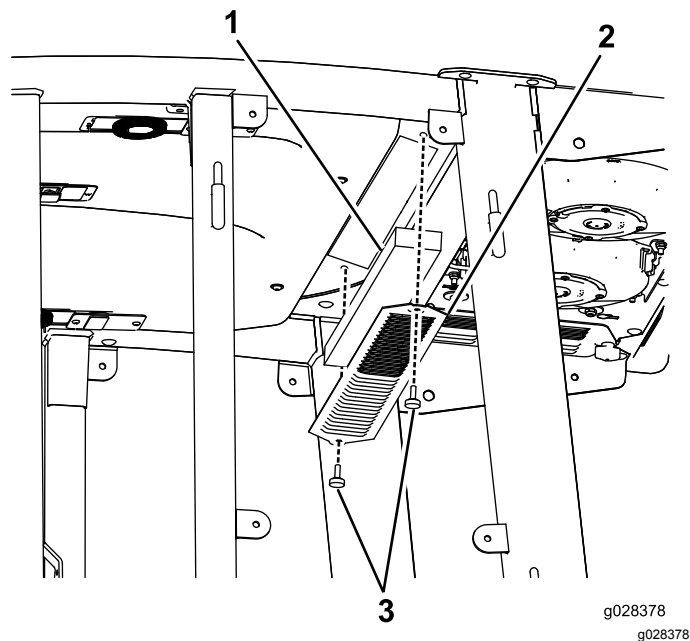
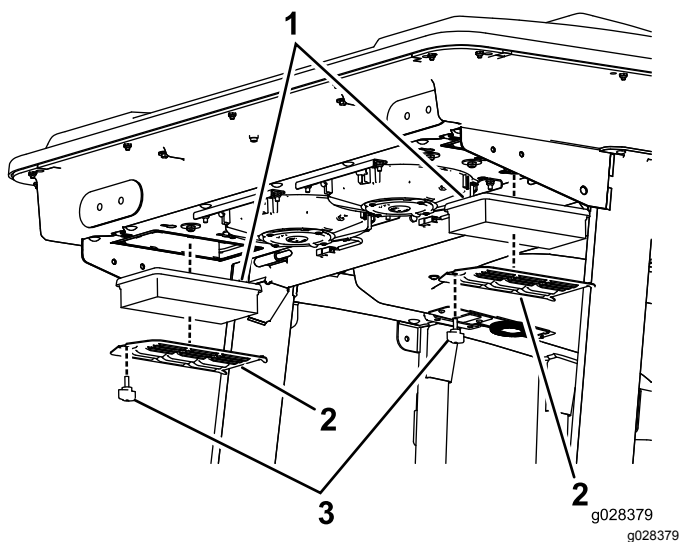
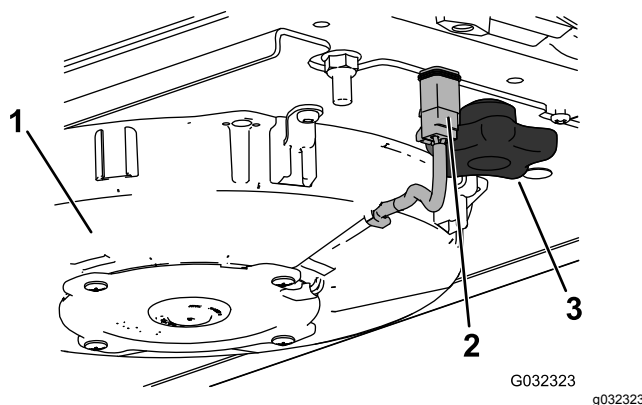
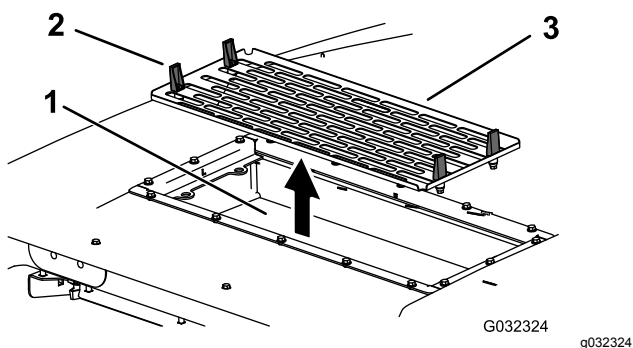

Figure 91
Figure 92
Figure 94
Figure 95
1. Retirez les vis et les grilles des filtres à air intérieur et arrière de la cabine (Figure 91 et Figure 92).
- 5. Déposez les filtres à air (voir Figure 92).
- 7. Reposez les filtres à air, la grille et le ventilateur (Figure 92, Figure 94 et Figure 95).
- 8. Rebranchez le câble de chaque ventilateur (Figure 94).